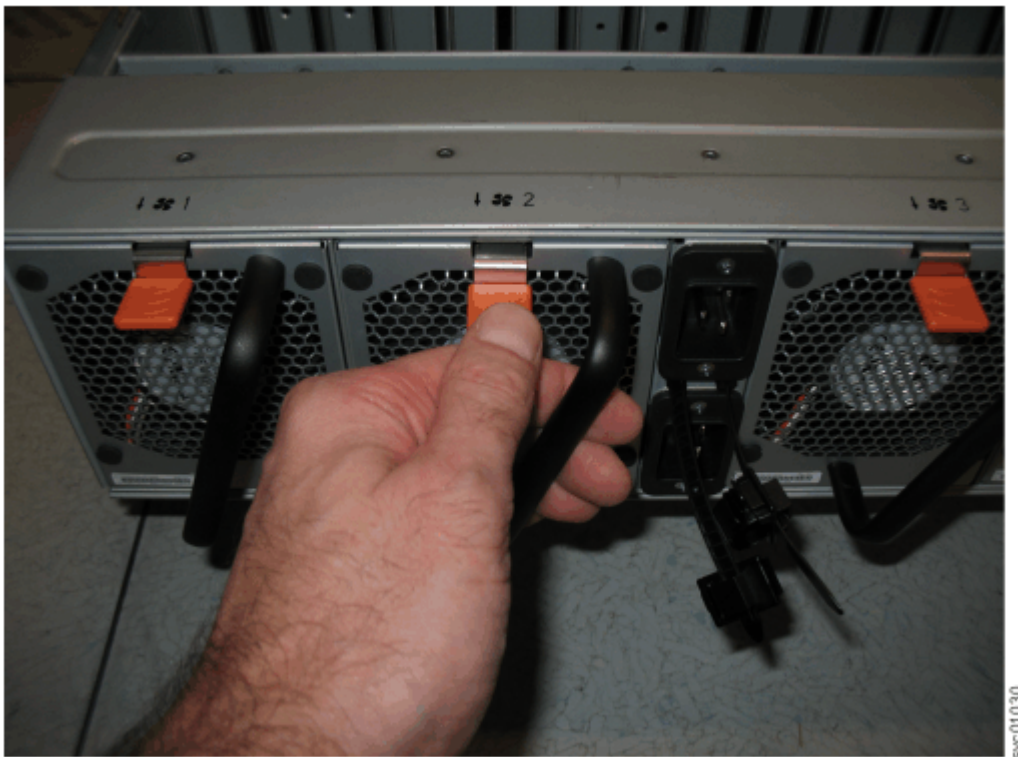

图 121. 风扇模块松开卡口
2. 按下风扇模块上的松开卡口，如第 96 页的图 121 中所示。